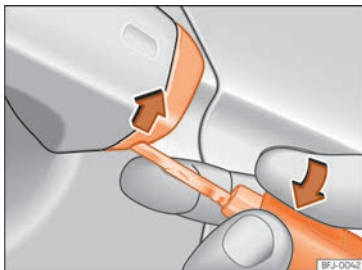

Abb. 95 Fahrtürgriff: Abdeckkappe abhebeln.
- Den Schlüsselbart am Fahrtürgriff in die untere Öffnung der Abdeckkappe stecken » Abb. 95 und die Abdeckkappe von unten nach oben anheben.